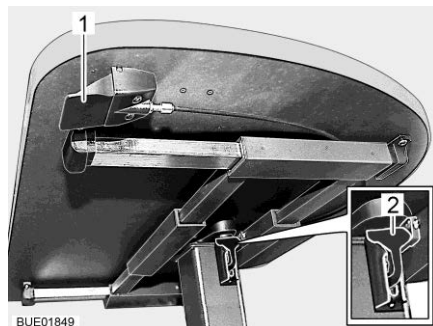

Fig. 80 Tavolo rialzabile con tasto di sblocco
- Tirare o spingere la leva di serraggio (Fig. 80,2) verso il basso.
- Premere verso l'alto la leva di serraggio (Fig. 80,2).
- Premere e tenere premuto il tasto di sblocco (Fig. 80,1). Il piano del tavolo va automaticamente verso l'alto fino al fine corsa.
- Rilasciare il tasto di sblocco (Fig. 80,1). Il piano del tavolo rimane nella posizione selezionata.
- Premere e tenere premuto il tasto di sblocco (Fig. 80,1).
- Rilasciare il tasto di sblocco (Fig. 80,1). Il piano del tavolo rimane nella posizione più bassa.